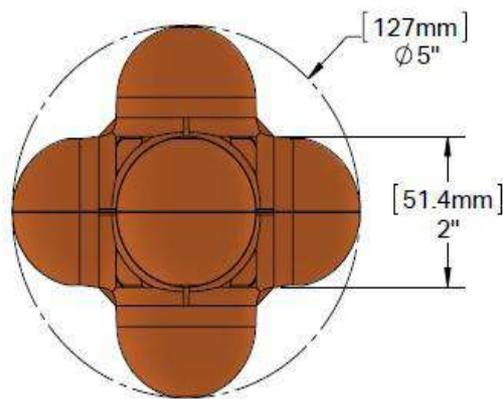

Рисунок 3. элемент – «Урожай»
7. «Урожай» – **оранжевый или синий пластиковый объект**, состоящий из шести выпуклостей, проходящих от общего центра, с **общим диаметром 127 мм.** Каждый объект весит около 86 г. (см. Рисунок 3)